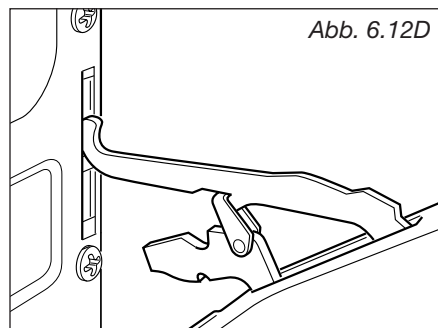

Abb. 6.12D
4. Ofentür nach vorne abziehen (Scharniere lösen sich aus den Schlitten) (abb. 6.12D).